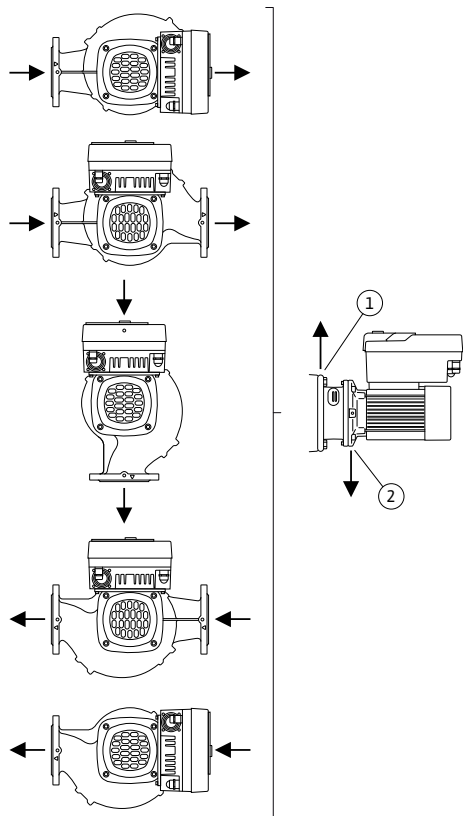

Fig. 16: Posiciones de instalación admisibles con eje horizontal
- Con el eje del motor en horizontal, el orificio de condensado debe estar hacia abajo (Fig. 16, Pos. 2). Si no es así, gire el motor.